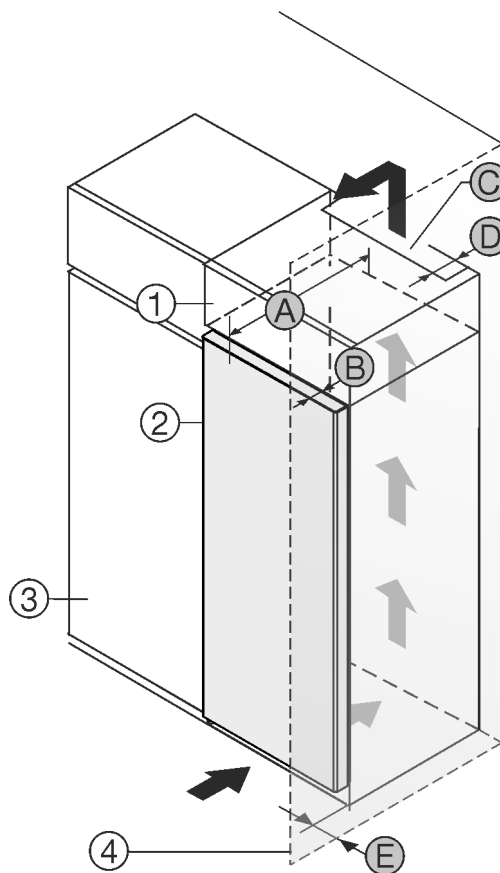

Fig. 1
- (1) Szafka nakładana\*
- (2) Urządzenie\*
- (3) Szafka kuchenna\*
- (4) Ściana\*
- (A) Głębokość urządzenia\*
- (B) Głębokość drzwi\*
- (C) Przekrój wentylacyjny\*
- (D) Odstęp tylnej ściany urządzenia\*
- (E) Odstęp od boku urządzenia\*
Urządzenie można ustawić bezpośrednio obok szafki kuchennej Fig. 1 (3).\*
Na tylnej ściance szafki nasadzonej wymagany jest wywiewny kanał wentylacyjny o głębokości Fig. 1 (D) na całej szerokości szafki.\*
Pod sufitem pomieszczenia należy zachować przekrój wentylacyjny Fig. 1 (C).\*
Jeżeli urządzenie będzie ustawiane z zawiasami do ściany Fig. 1 (4), to pomiędzy urządzeniem i ścianą należy zachować minimalny odstęp, wynoszący 13 mm.\*
Jeżeli urządzenie będzie ustawiane z zawiasami do ściany *Fig. 1 (4)*, to pomiędzy urządzeniem i ścianą należy zachować minimalny odstęp, wynoszący 20 mm.\*
By móc całkowicie otworzyć drzwi, urządzenie musi wystawać przynajmniej o głębokość drzwi *Fig. 1 (B)* za front szafki kuchennej. W zależności od głębokości szafek kuchennych *Fig. 1 (3)* oraz od zastosowania elementów dystansowych urządzenie może wystawać jeszcze bardziej.\*